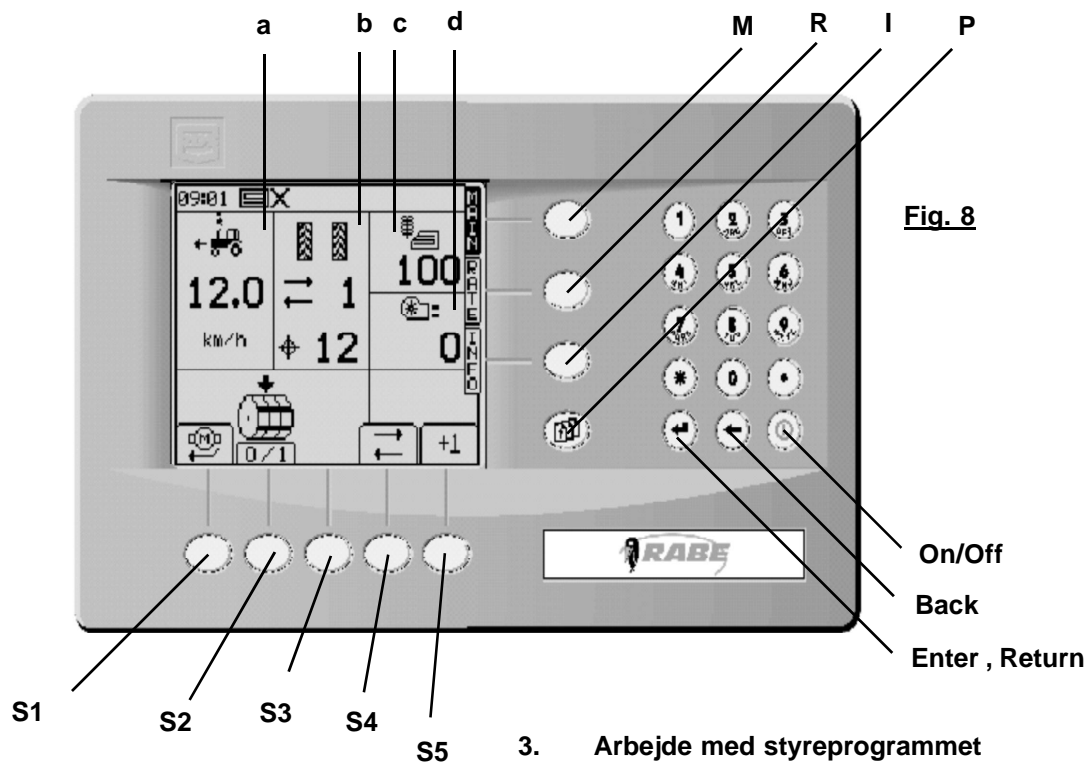

Fig. 8
- Tryk på den venstre, nedre softkey <S1> (**Fig.8**) straks efter at have tændt for systemet: